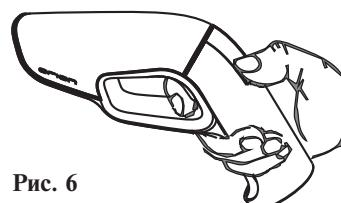

Рис. 6
Переключение между режимами производится коротким нажатием большим пальцем на уголок дисплея. Рис. 6.
3. Включение и выключение режима свечения производится нажатием указательным пальцем на "курок" стробоскопа. Рис.6